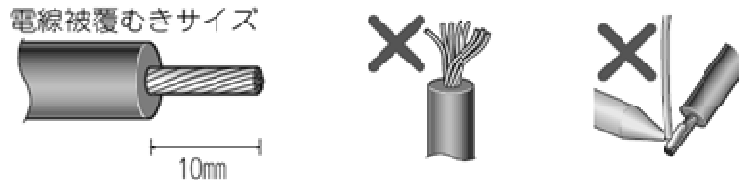

図 5-3
- 次の寸法で被覆をむいてください。(図 5-3)むき長さが長すぎると隣の線と短絡の恐れがあります。短かすぎると線が抜ける恐れがあります。